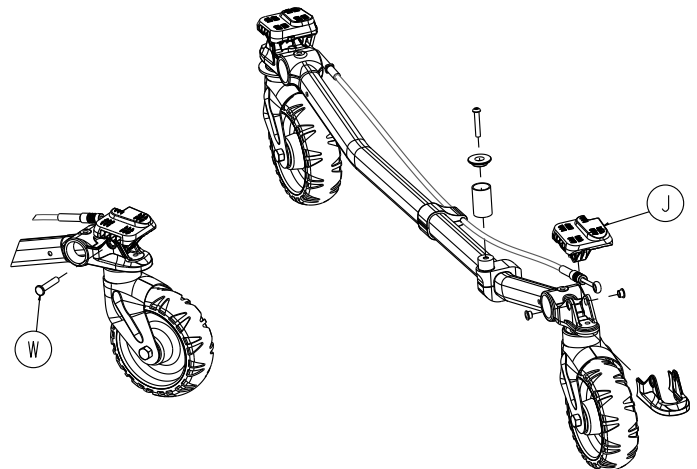

Figure 68 – Composants de la pédale d'enclenchement du frein
5. À l'aide d'un tournevis à fente, retirer la goupille auto-rétentive Slic Pin (W) de la pédale d'enclenchement du frein (J) qui fixe le câble (du côté qui traverse le tube transversal) (Figure 68). Conserver la goupille auto-rétentive Slic Pin.